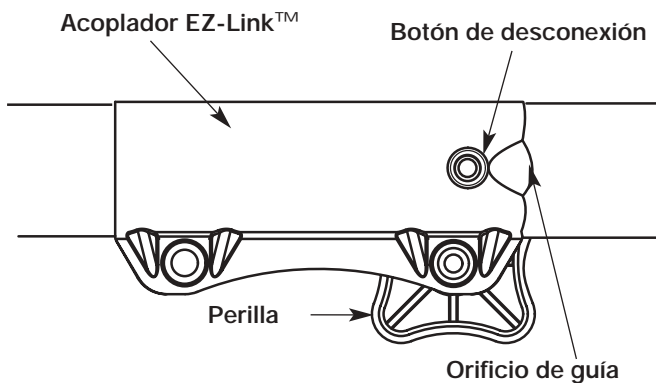

Fig. 11
1. Gire la perilla en sentido antihorario para aflojarla (Fig. 11).
2. Opima y sostenga el botón de desconexión (Fig. 11).
NOTA: La alineación del botón de desconexión con el orificio de guía facilitará la instalación (Fig. 11).
3. Gire la perilla en sentido horario para ajustarla (Fig. 11).